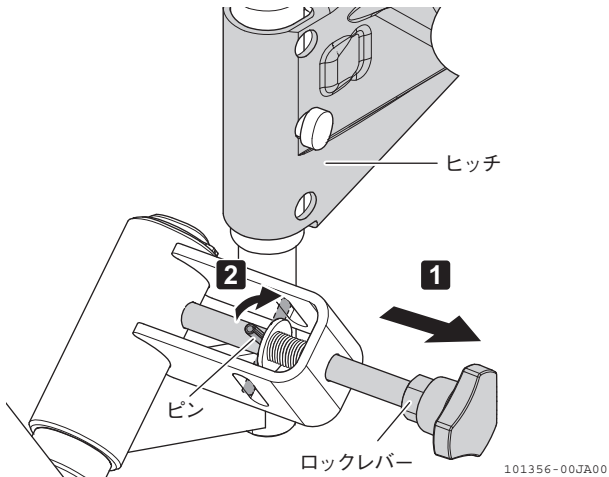

図 2-9 ロックレバーの操作
1. ロックレバーを引いて、回動ロックを解除します。(図 2-9)
2. ロックレバーを回して、ロックレバーのピンを長穴にひっかけてロック解除を保持します。(図 2-9)